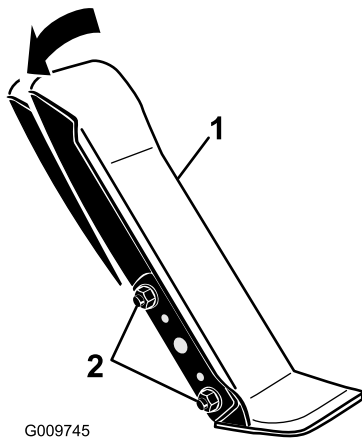

Figura 61
1. Afloje las dos tuercas y pernos que fijan el lado izquierdo del pedal de tracción al soporte (Figura 61).
2. Ajuste el ángulo del pedal y apriete las tuercas (Figura 61).